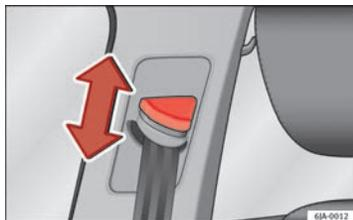

Fig. 16 Dispositivo di regolazione dell'altezza della cintura
- Premere sulla staffa di inversione posta in alto, tenendola poi in questa posizione ⇒ **fig. 16**.